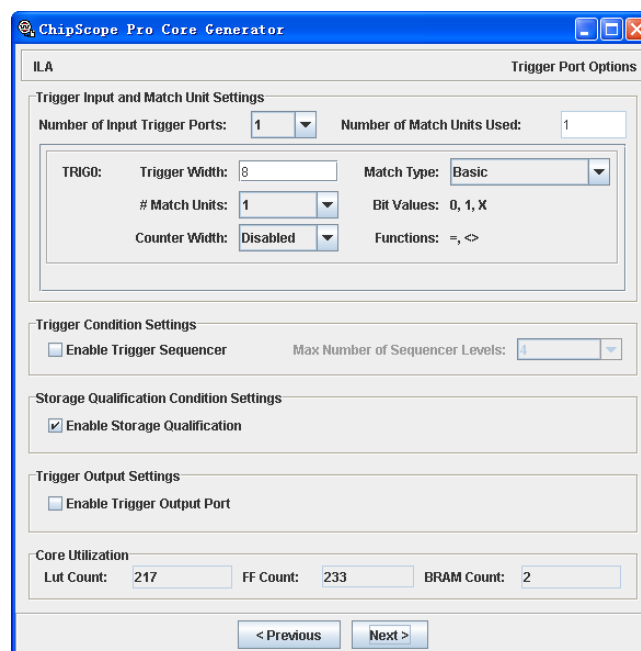

图 2.111 设置 ILA 触发参数
(3) 接下来需要指定触发参数，和 ChipScope Inserter 中的方法一样，如图 2.111 所示。